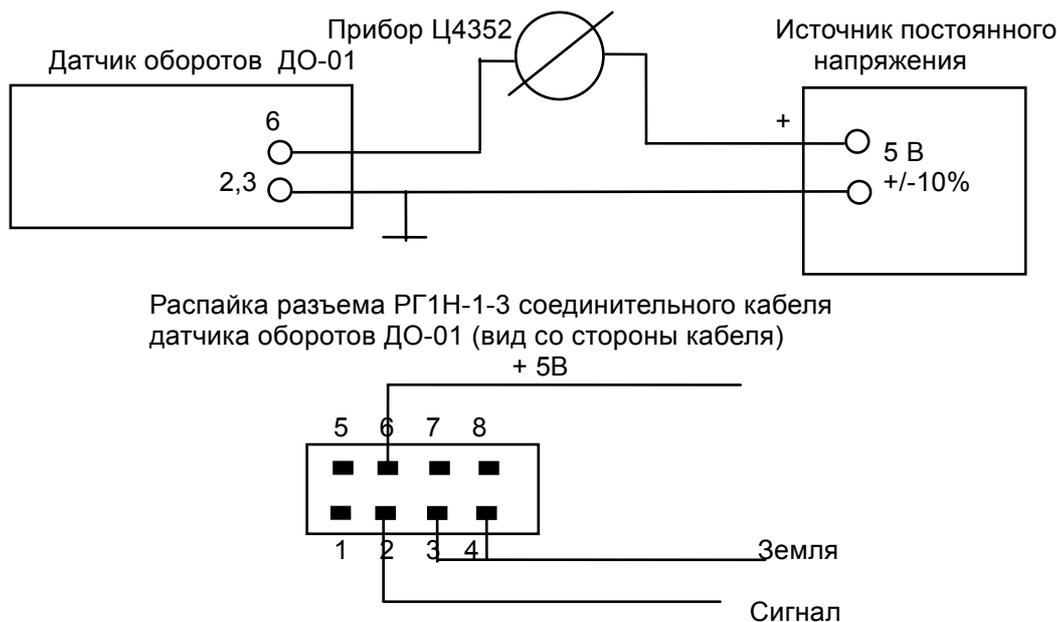

Рис.3. Блок-схема для периодической проверки потребления питания датчиком ДО-01.
7.7.2. Для проверки потребления питания используется блок- схема, приведенная на рис.3.
7.7.5. Для проверки соберите схему, приведенную на рис.3. Питание на датчик оборотов ДО-01 подается через разъем РГ1Н-1-3 соединительного кабеля датчика. Установите прибор Ц4352 в режим "А" (амперметра) и установите его диапазон измерения 100 мА для постоянного напряжения.